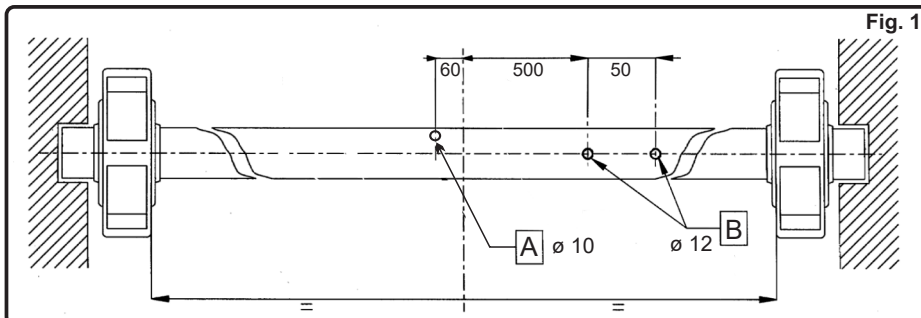

Fig. 2
- Smontare la corona del motoriduttore in due metà, svitando le viti M8 (FIG. 2).
- Estrarre con delicatezza dallo chassis la fascia a rulli in plastica, evitando forti piegature che causerebbero la fuoriuscita dei rullini. Tale operazione non si effettua in presenza di motoriduttore Roll 76 e Roll 101, poiché non dotati di fascia a rulli (FIG. 2).
- Smontare lo chassis del motoriduttore, svitando le quattro viti M8 (FIG. 2).
- Accoppiare sull'albero della serranda la parte dello chassis che contiene il motore elettrico con il collare di chiusura, mediante le quattro viti M8 (FIG. 2).
- Montare sul collo dello chassis la fascia a rulli, facendo sempre attenzione a non effettuare forti piegature al fine di evitare la fuoriuscita dei rullini. Tale operazione non si effettua in presenza di motoriduttore Roll 76 e Roll 101, poiché non dotati di fascia a rulli (FIG. 2).
- Montare sullo chassis le due semicorone, facendole ruotare sulla fascia a rulli e fissarle con le due viti M8. In presenza di motoriduttore Roll 76 e Roll 101 la corona ruoterà direttamente sul collo dello chassis tornito (FIG. 2).
- Remove the crown of the motor, unscrewing the screws M8 (FIG. 2).
- Extract from the chassis, with delicacy, the band with rolls in plastics, avoiding heavy folds that would cause the spillage of the rullinis. Doesn't effect this operation in case of motors Roll 76 and Roll 101, since they do not endowed with band to rolls (FIG. 2).
- Assemble on the tube of the shutter the chassis part with electric motor, with the second part of the chassis trough the four screws M8 (FIG. 2).
- Mounted on the chassis neck, the band with rolls, being careful not to make strong folding to prevent spillage of rolls. Doesn't effect this operation in case of motors Roll 76 and Roll 101, since they do not endowed with band with rolls (FIG. 2).
- Mounted on the chassis the two demicrown, rolling them on the band with rolls and fix them with the two screws M8. In case of motors Roll 76 and Roll 101 the crown will rotate directly on the chassis neck turned (FIG. 2).
- Démonter la couronne du moteur, en deux moitiés, en dévissant les vis M8 (FIG. 2).
- Extraire du châssis, avec délicatesse, la bande en plastique avec roulements, en faisant très attention à éviter les plis qui causeraient l'écoulement des roulements. Ne pas effectuer cette opération en présence du moteur Roll 76 et Roll 101, par ce qu'ils ne sont pas doués de bande en plastique avec roulements (FIG. 2).
- Accoupler sur le tube du rideau la partie du châssis qui contient le moteur électrique, avec la deuxième partie du châssis avec le 4 vis M8 (FIG. 2).
- Monter sur le châssis la bande en plastique avec les roulements, en faisant toujours attention à ne pas effectuer des forts plis afin d'éviter l'écoulement des roulements. Ne pas effectuer cette opération en présence du moteur Roll 76 et Roll 101, par ce qu'ils ne sont pas doués de bande en plastique avec roulements (FIG. 2).
- Monter sur le châssis les deux demi-couronnes, en tournant les mêmes sur la bande en plastique avec les roulements et les fixer avec les deux vis M8. En présence de moteur Roll 76 et Roll 101, la couronne tournera directement sur le cou du châssis tourné (FIG. 2).
- Desmontar la corona del motor en dos mitades, destornillando los tornillos M8 (FIG. 2).
- Extraer del chasis con delicadeza la faja de plástico con rodamiento, evitando fuertes pliegues que causarían el derrame de los rodamientos. Tal operación no se efectua en presencia de motor Roll 76 y Roll 101, ya que no dotados con faja de plástico con rodamiento (FIG. 2).
- Ensamblar sobre el árbol del cierre metálico la parte del chasis que lleva el motor eléctrico, con la segunda parte de chasis, a través de 4 tornillos M8 (FIG. 2).
- Montar sobre el cuello del chasis la faja de plástico con rodamiento, siempre teniendo cuidado con no efectuar fuertes pliegues para evitar el derrame de los rodamientos. Tal operación no se efectua en presencia de motor Roll 76 y Roll 101, ya que no dotados con faja a rodamientos (FIG. 2).
- Montar sobre el chasis las dos semicoronas, haciéndoles girar sobre la faja de plástico a rodamientos y fijarle con los dos tornillos M8. En presencia de motor Roll 76 y Roll 101 la corona girará directamente sobre el cuello del chasis torneado (FIG. 2).